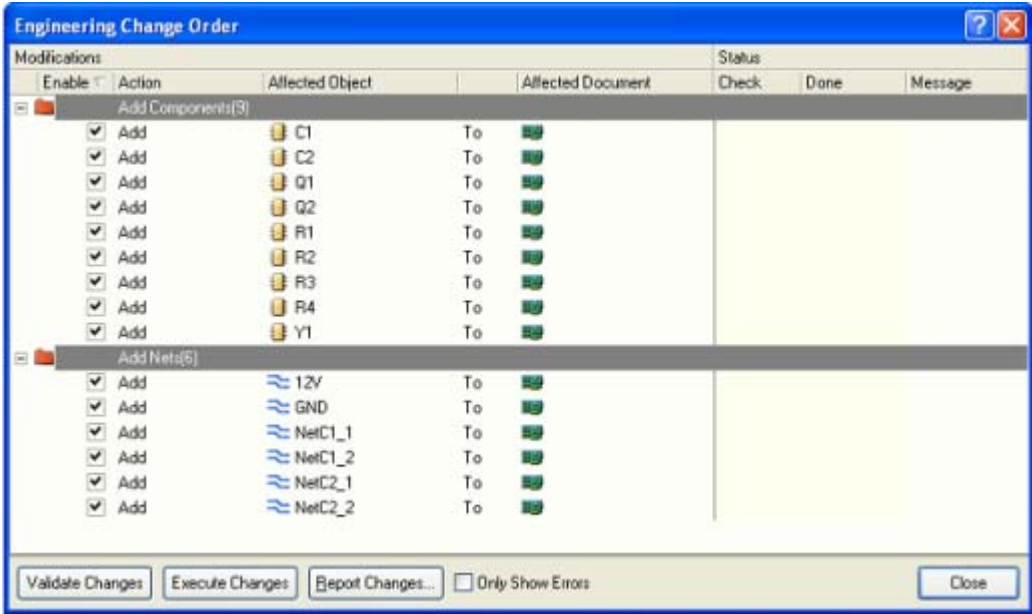

图 6-14 信息导入
2. 选择 Design>>Update PCB Document (multivibrator.pcbdoc)。该工程被编译并且工程变更命令对话框显示出来，如图 6-14 所示。